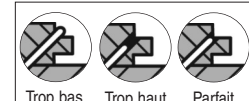

Figure 4
- Les plaques déplacés d'adapter et les cadres de pression atmosphérique peuvent causer des dommages sévères au revêtement de sol de feuillus et réduisent l'exécution (Figure 4). Toujours utiliser un régulateur de dans-ligne pour contrôler la pression atmosphérique à la machine. Régler de la pression à 70 à 75 livres par pouce carré commencer avec et ajuste jusqu'à ce que le cadre de fermoir correct arrive.